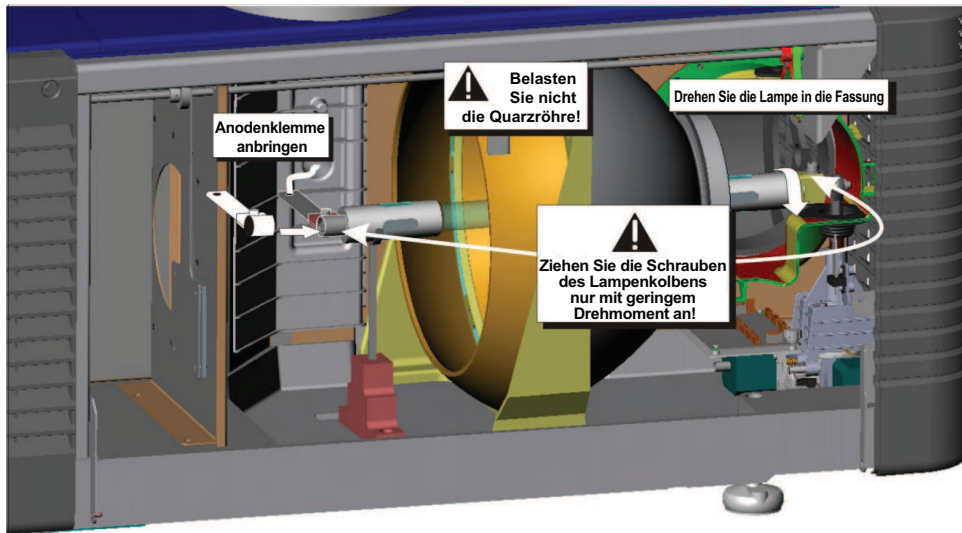

Abbildung 4-2 Installieren der neuen Lampe
- b. Führen Sie das mit Gewinde versehene Kathodenende (-) der Lampe in die negative Lampenanschlussmutter hinten im Lampenfach. (**Abbildung 4-2**) Ziehen Sie dieses Ende von Hand mit beiden Händen in der Gewindemutter an. **Vorsicht! 1)** *Die Lampe nur am Kathoden-/Anodenendschaft anfassen, nie am Glas. Ziehen Sie die Schraube NICHT zu fest an. Über Sie KEINEN DRUCK auf das Glas aus. 2)* Prüfen Sie die Leitungen. Stellen Sie sicher, dass die Anodenleitung (+) zwischen Lampe und Zündvorrichtung in einem sicheren Abstand von Metallteilen am Projektor wie beispielsweise Reflektor oder Brandschutz verläuft.
- c. Legen Sie das Anodenende (+) der Lampe auf die Anodengabel und schieben Sie den positiven Lampenanschluss über das Glühlampenende. (**Abbildung 4-2**) Drücken Sie es mit einem 5-mm-Allen-Schlüssel mit der Anodenklemme zusammen und achten dabei darauf, dass kein Drehmoment auf die Quarzröhre der Lampe ausgeübt wird. **Wichtig!** *Der „flache“ Teil des Anodenendes der Lampe muss nach oben weisen. Warnhinweis! Explosionsgefahr: Üben Sie kein Drehmoment auf das Anodenende der Lampe aus.*